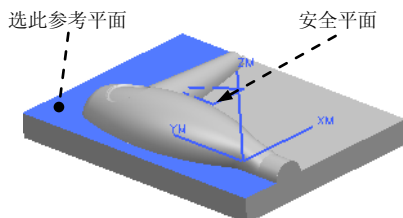

图 10.1.4 创建安全平面
Step2. 选取图 10.1.4 所示的平面，在 **偏置** 文本框中输入值 55.0，单击 **确定** 按钮，系统返回到“Mill Orient”对话框，完成图 10.1.4 所示安全平面的创建。